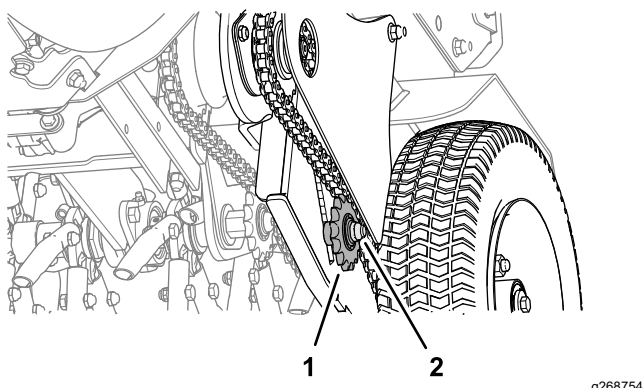

Figura 44
4. Per regolare la tensione delle catene, allentate il bullone e il dado di bloccaggio del rinvio, quindi spingete verso l'alto sulla ruota dentata per serrare la catena (**Figura 44**).